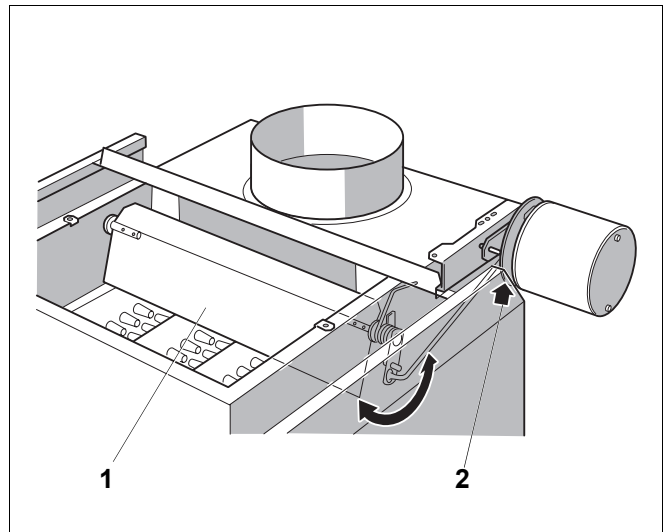

Fig. 31 Poziționați clapeta de închidere a gazelor de evacuare pe poziția "ÎNCHIS"
- Dacă există necesar de căldură, este nevoie ca clapeta gazelor de evacuare (Fig. 31, **Poz. 1**) să se afle în poziția "PORNIT". Controlați acest lucru prin mișcarea comutatorului (Fig. 31, **Poz. 2**). Numai după poziționarea comutatorului pe poziția finală "PORNIT", se poate pune arzătorul în funcțiune.